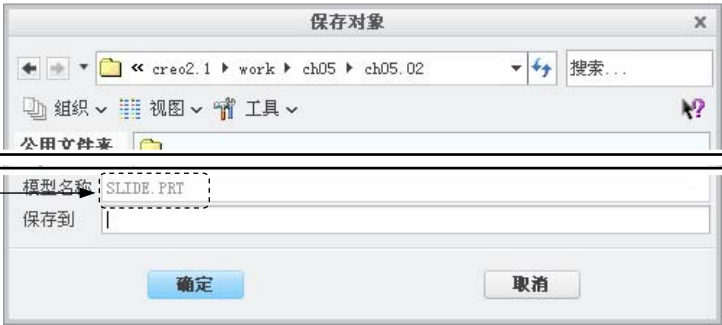

图 5.2.64 “保存对象”对话框
Step1. 单击“快速访问工具栏”中的按钮  (或选择下拉菜单 **文件**   保存(S) 命令)，系统弹出如图 5.2.64 所示的“保存对象”对话框，文件名出现在 **模型名称** 文本框中。
注意：如图 5.2.64 所示，保存模型文件时，建议用户使用现有名称，如果要修改文件的名称，可选择下拉菜单 **文件**   管理文件(F)  重命名(R) 重命名当前对象和子对象。命令来实现。